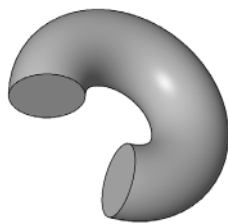

图 3-47 三维模型
(5) 在“项目浏览器”中的“三维视图”下双击“视图 1”，显示三维视图，如图 3-47 所示。